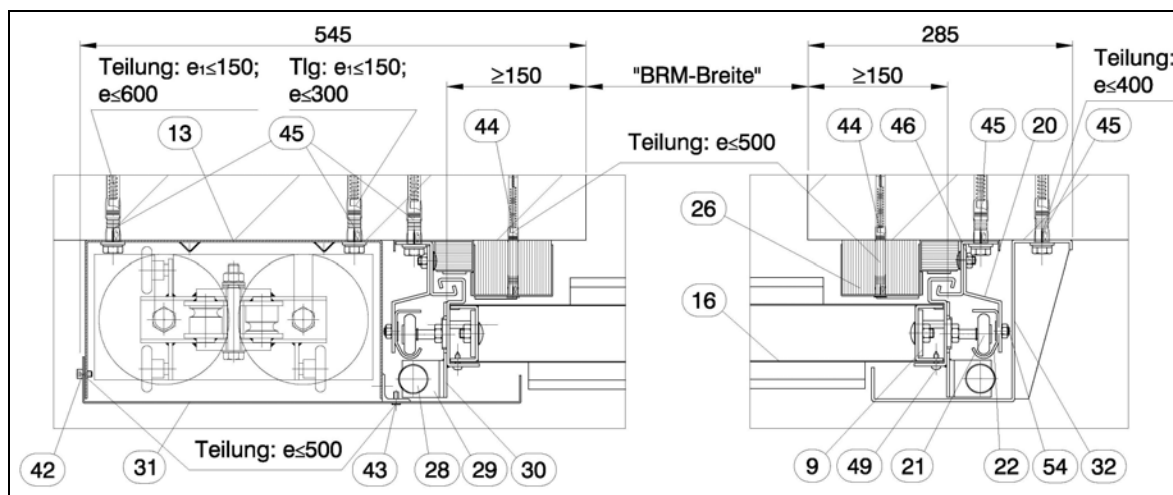
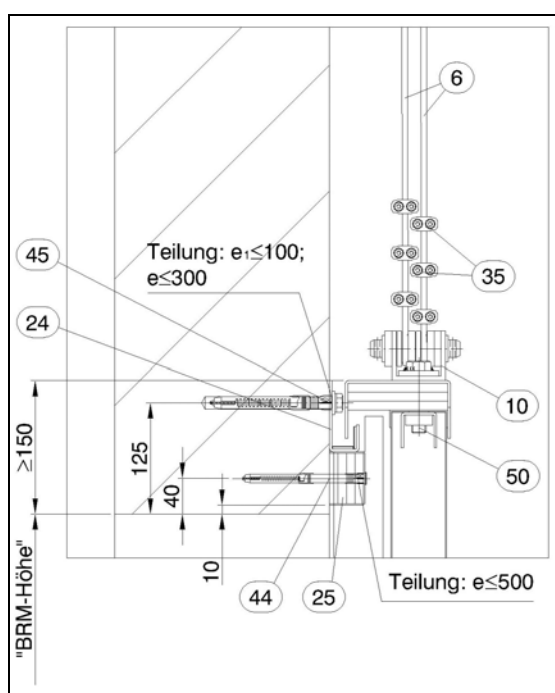
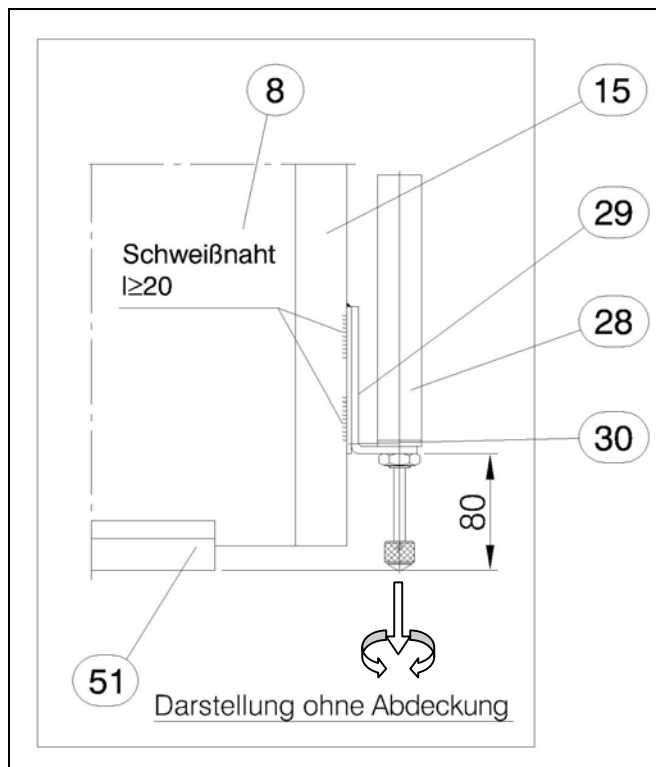

Abb.16
Abb.17
Abb.18
- Die waagerechte Labyrinthdichtung (24) mittels Pos. (45), Kunststoffdübel $\varnothing 14 \times 140$ bei Mauerwerk oder Hochleistungsanker FH 12/10 S bei Beton, und waagerechte Sturzdichtung (25) gem. Abb.17 an die Wand dübeln. Ebenso die senkrechte große Wanddichtung (26) gem. Abb.16, mittels Pos. (44), Kunststoffdübel $\varnothing 10 \times 135$ T bei Mauerwerk oder Hochleistungsanker FH 12/50 SK bei Beton, an der Wand befestigen.
- Enddämpfer (28) mittels Befestigungswinkel (29) und Grundplatte (30) ausrichten und an das Torblatt anheften (Abb.16 u. 18).
- Beim Verschweißen der Befestigungswinkel die Enddämpfer entfernen und **erst nach dem Erkalten des Befestigungswinkels (29) wieder montieren** (anderenfalls sind Beschädigungen an den Enddämpfern möglich).
- Die Enddämpfer so einstellen, dass das Tor gleichmäßig schließt. Der Druck der Enddämpfer lässt sich durch Ziehen und gleichzeitigem Drehen der Kolbenstange einstellen (Drehung links \rightarrow kleinere Dämpferkraft; Drehung rechts \rightarrow größere Dämpferkraft), Abb.18.
- Gewichtskastenabdeckung (31) mittels Zylinderschraube M6x8 (42) und Senkkopfschraube M5x15 (43) am Gewichtskasten (13) anschrauben, Abb.16.